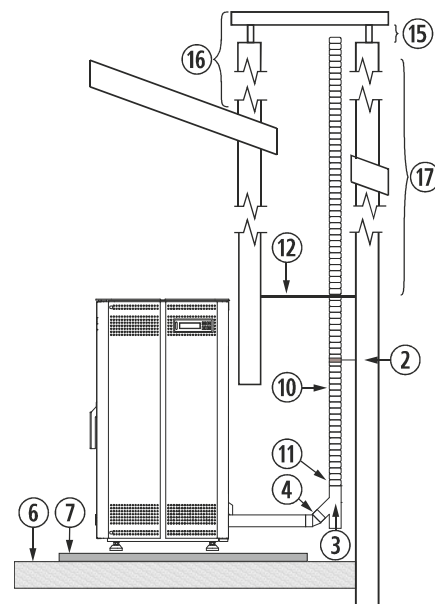

Figura 6
4.26. La instalación en una chimenea de obra, se puede realizar en toda su totalidad en tubo flexible, tal y como indica la figura 6. Debemos tener especial cuidado a la hora de realizar el aislamiento entre la chimenea y el tubo de la salida de gases, para evitar posibles retrocesos de gases en caso de tormenta.
②	Abrazadera de sujeción de acero inoxidable.
③	Te de 135° con registro.
④	Codo de 45°.
⑥	Suelo de madera.
⑦	Protector del suelo no combustible.
⑩	Tubo flexible de acero inoxidable.
⑪	Manguito unión rígido a flexible.
⑫	Aislante anti retroceso.
⑮	Mínimo 200mm.
⑯	Debe sobrepasar 1 metro el tejado.